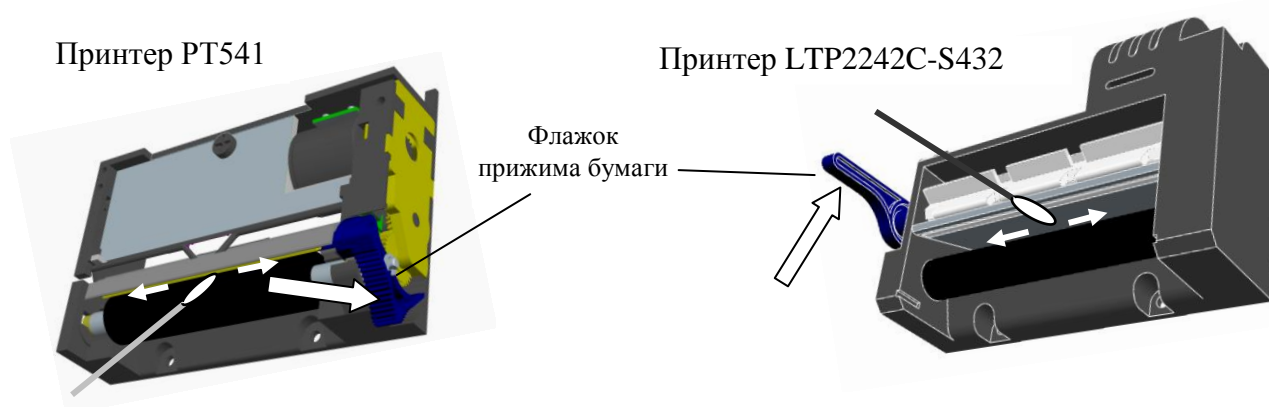

Рис. 22. Чистка термоголовки принтера
- поднять флажок прижима бумаги (см. Рис. 22);
- бязевым тампоном, смоченным этиловым или изопропиловым спиртом, протереть термоголовку (см. Рис. 22). Дать просохнуть термоголовке в течение нескольких минут.